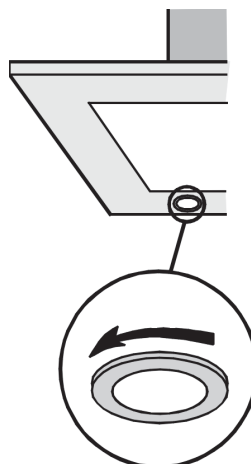

fig.4
3. Dévissez la bague dans le sens contraire aux aiguilles d'une montre et ôtez l'ampoule (fig.4).